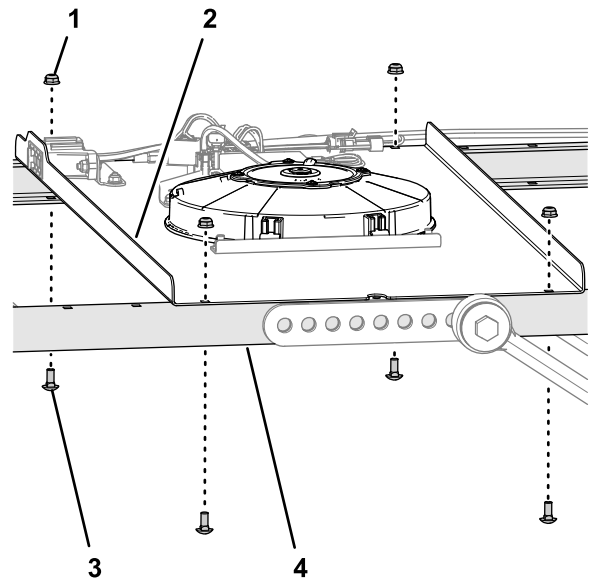

図 12
- B. スイッチパネルを左右のフレームチャンネルに固定しているキャリッジボルト $\frac{1}{4}$  x  $\frac{5}{8}$ " 4本とフランジロックナット $\frac{1}{4}$ "4個を外す 図 12。
- D. スイッチパネルをサイドフレームのチャンネルに取り付ける 図 12ステップ 3 で外したボルトとロックナットを使うB。